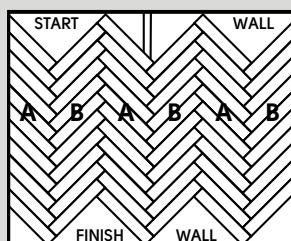

Abb. 8
9. Fahren Sie mit dem Verlegen der „B“-Dielen fort. Wiederholen Sie den Vorgang auf der anderen Seite der ursprünglichen „B“-Dielen mit den „A“-Dielen. Schließen Sie die Verlegung auf die gleiche Weise ab, während Sie die Abstandsklötzchen in ihrer Position und das rechtwinklige Muster beibehalten (Abb. 8).